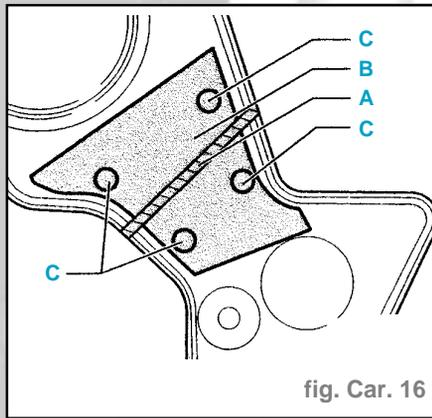

fig. Car. 16
- Découper un morceau de tôle de carrosserie B (surface grise sur le dessin) d'une épaisseur supérieure à 2,5 mm, suivant le contour (B) (ébavurer les bords) (fig. Car. 16).
- Percer 4 trous (C) (suivant le dessin) sur la tôle de carrosserie et sur le soutien et les ébavurer (percer les trous supérieurs de telle sorte que les vis à poser ne portent pas contre le support pour unité airbag du passager avant, ou bien utiliser des vis à tête plate).
- Après le montage du chauffage, assembler les deux parties du soutien et la tôle de carrosserie (B) (p. ex. avec 4 vis M6 x 10 mm) aux trous (C).